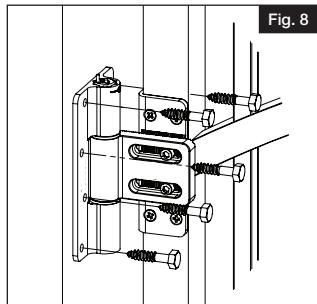

Fig. 8
- f. Re-position gate and secure hinges with appropriate screws (Not provided), (Fig. 8).
- f. Replacer la barrière, et fixer les charnières à l'aide de vis appropriées (non fournies) (Fig. 8).